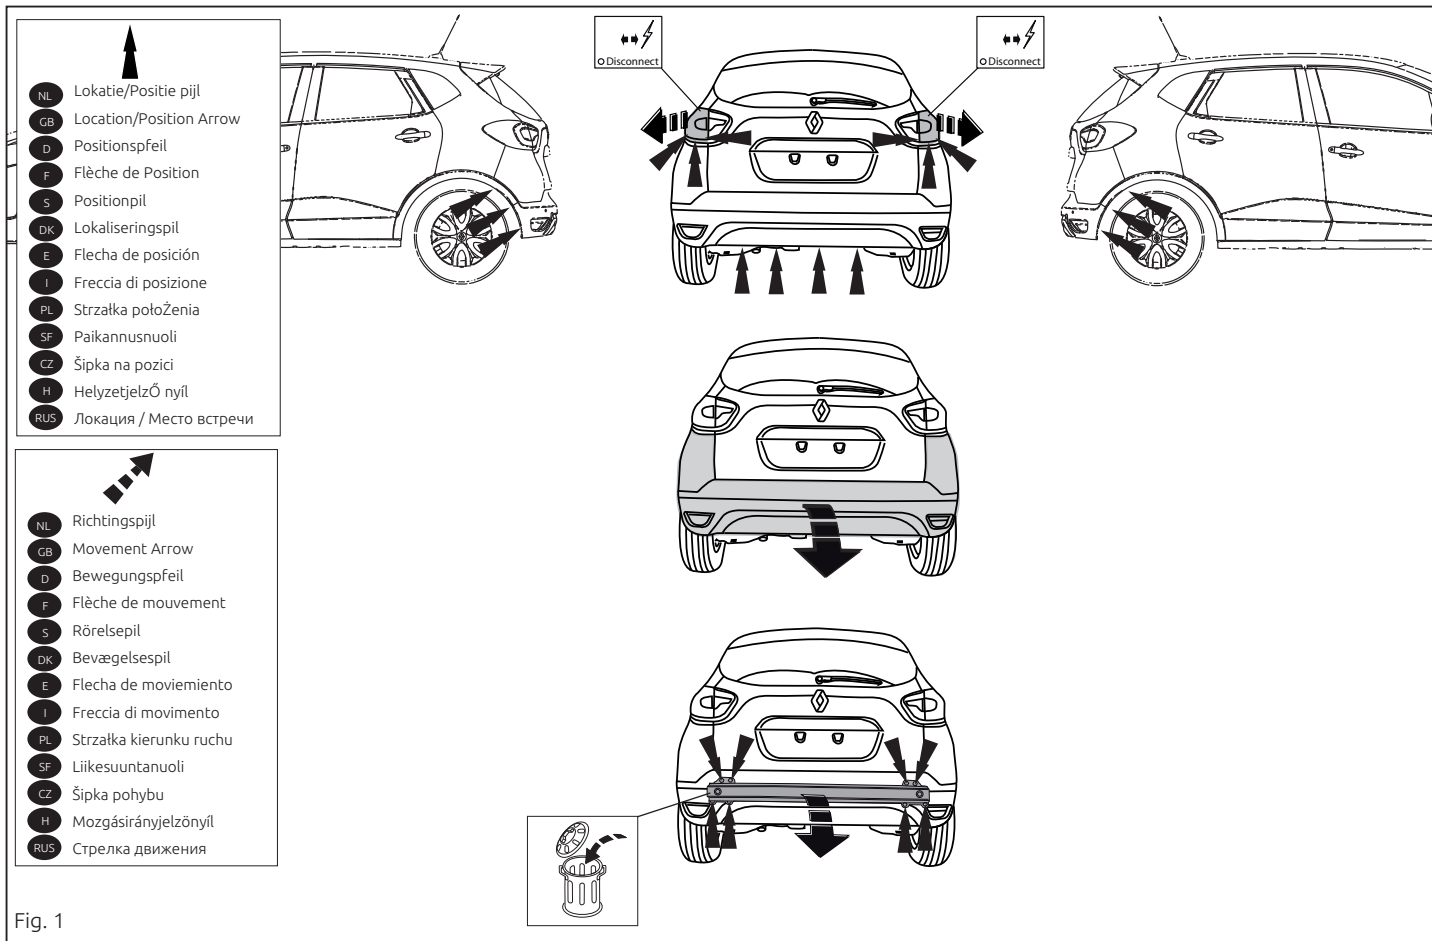

Fig. 1
1. Снять оба блока задних фар. Снять бампер вместе со стальным буферным брусом автомобиля. См. рисунок 1.